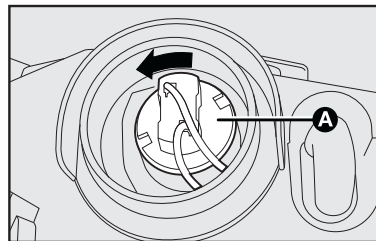

fig. 20
- girar no sentido anti-horário o porta-lâmpada **A-fig. 20** e desapertá-lo;